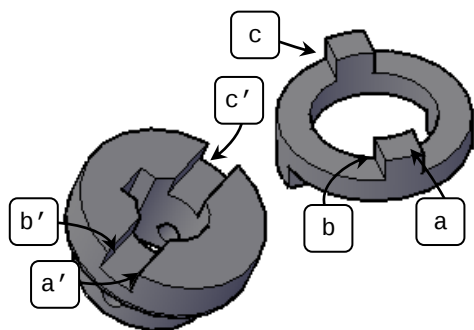

图 14-79 零件素材
- 01** 打开随书光盘 “\素材文件\第 14 章\实例 191.dwg”, 如图 14-79 所示。